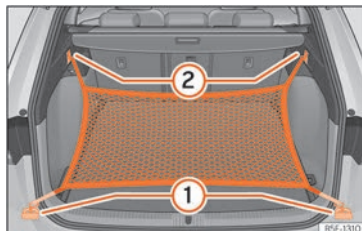

Fig. 136 En el maletero: argollas (1) y ganchos (2) para enganchar la bolsa de red.
- Fije los ganchos cortos de la red en las argollas de amarre »»» fig. 136 (1) »»» ⚠. La cre-